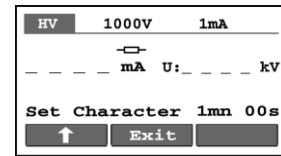

Fig.5. Meny för val av testström tecken
- Visade tecken för testströmmen (fig.5)